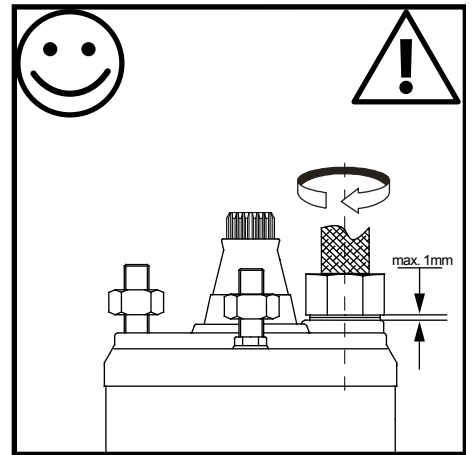

Fig.: 9
4. Pousser à fond la fiche dans la douille, commencer le serrage de l'écrou à la main (Fig.: 9/10).